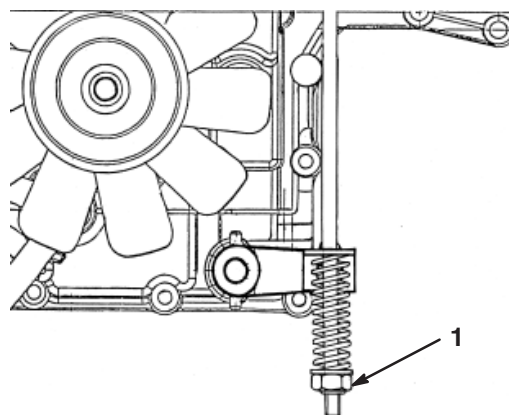

Figure 21
Le frein se trouve du côté droit de l'essieu arrière, à l'intérieur du pneu arrière (Fig. 21).
3. Tournez l'écrou de réglage dans le sens horaire jusqu'à ce qu'il soit impossible de pousser la machine (Fig. 21).